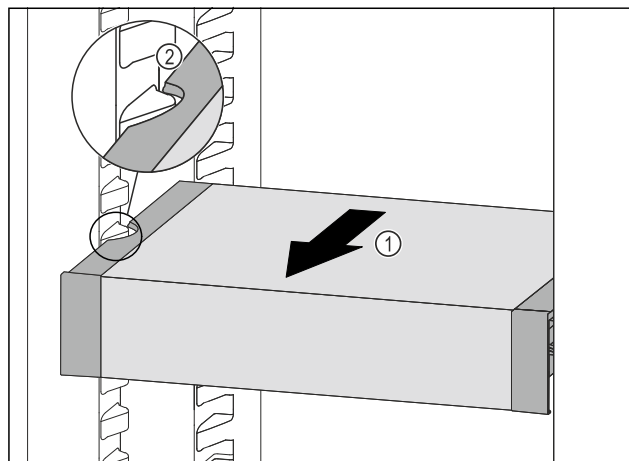

Fig. 165
- Táhněte VarioSafe dopředu Fig. 165 (1), dokud nebudou boční vybrání VarioSafe na úrovni žebrování na nádoby v chladničce. Fig. 165 (2)